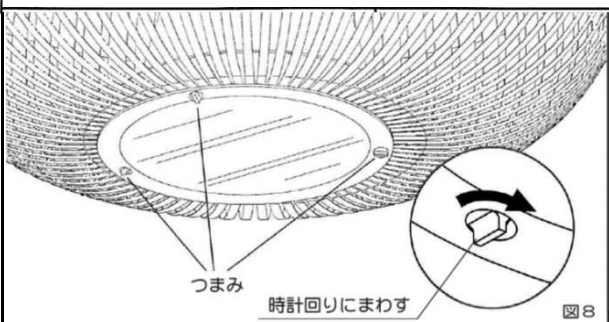

図8
8. ディフューザーリングの3つのつまみを時計回りに回し本体に固定してください。(図8)